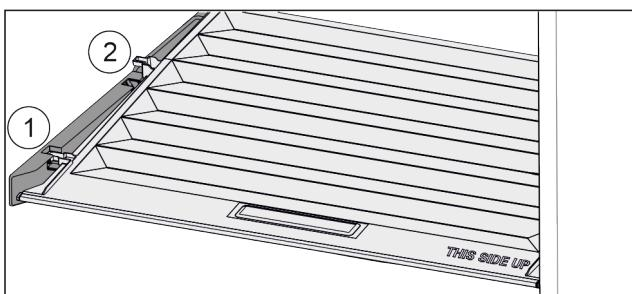

Fig. 116
- Потянуть крышку до отверстия в поддерживающих деталях вперед Fig. 116 (1).
- Поднять сзади снизу и извлечь Fig. 116 (2) движением верх.